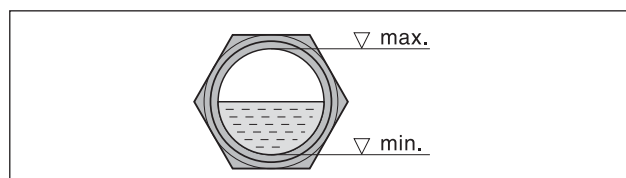

Fig. 4 Livello dell'olio nella finestrella livello olio
- Dopo aver eventualmente corretto il senso di rotazione, riavviare il motore e spegnerlo di nuovo dopo circa 2 minuti per ricaricare l'olio mancante fino al bordo superiore dell'indicatore (Fig. 4/I). Questo riempimento nel punto di riempimento (Fig. 2/H) deve essere ripetuto fino al completo riempimento di tutte le linee dell'olio.